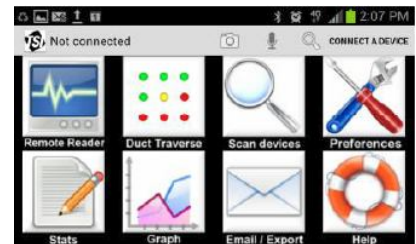

Рисунок 4. Главный экран программы LogDat Mobile
- в) При **“Connected”** (соединено) программа LogDat Mobile может быть использована и будет запускаться (Рисунок 4).